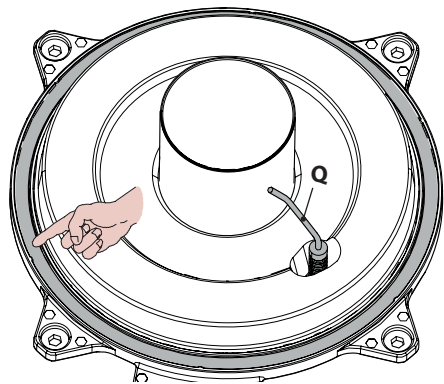

Figura 9.14
- La guarnizione in silicone della parete frontale della camera di combustione Figura 9.14 deve essere cambiata se deteriorata.
- L'elettrodo di accensione/rivelazione **Q** in Figura 9.14 funge anche da sensore per il corretto scarico della condensa.